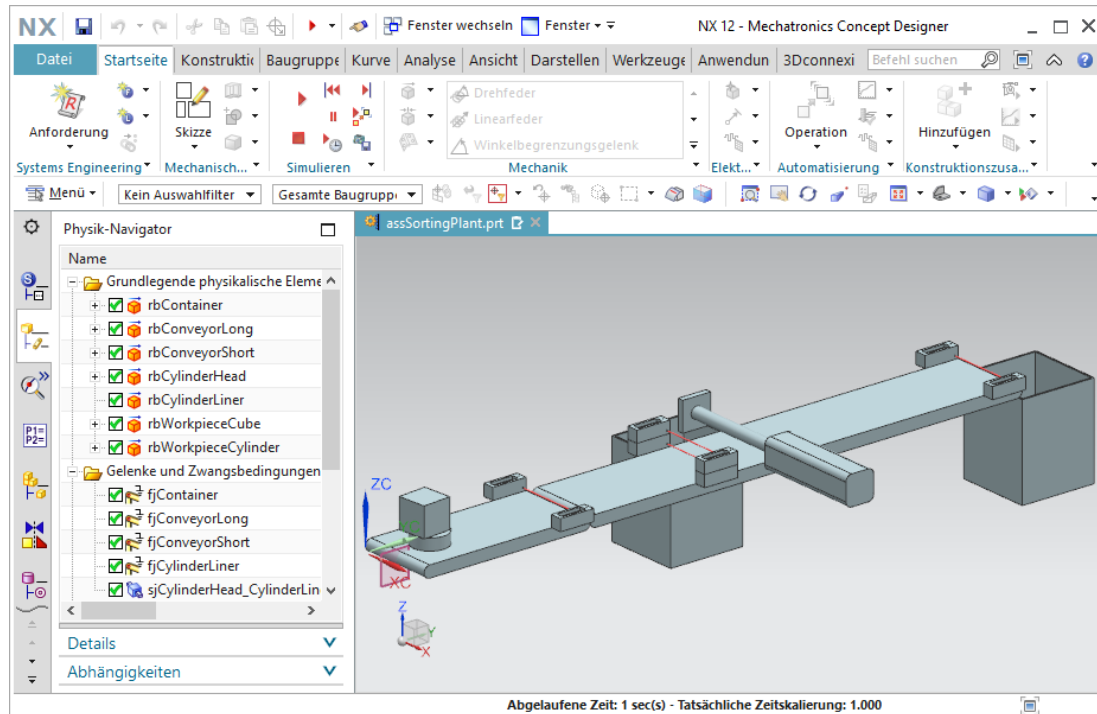

Abbildung 39: Simulation des ersten Positionsreglers von dem Abschieber
- Starten Sie eine Simulation. Eine Beschreibung hierzu finden Sie in Kapitel 7.1, "**Abschnitt: Starten & Stoppen einer Simulation in MCD**". Hierbei können Sie erkennen, dass der Kopf des Abschiebers vollständig ausfährt (siehe Abbildung 39). Zum Einfahren müssen Sie einen weiteren Positionsregler erstellen.